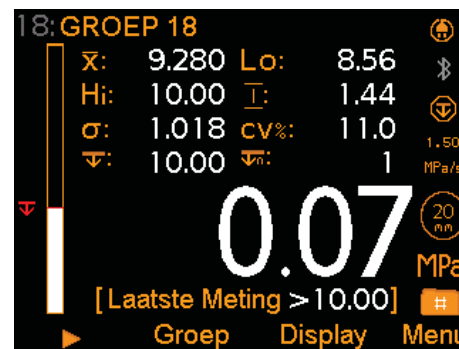

Fig. 2: Geselecteerde statistieken
- **Geselecteerde statistieken (Fig. 2);** u kunt tot wel 8 statistische waarden laten weergegeven door deze in te stellen via Display/Statistieken/Selecteer Statistieken. Kies uit: